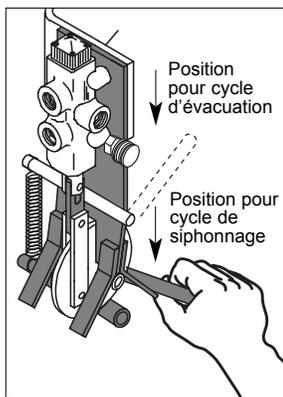

fig. 3
- Avec la main, mettre la renverse en position de cycle de siphonnage — fig. 3.